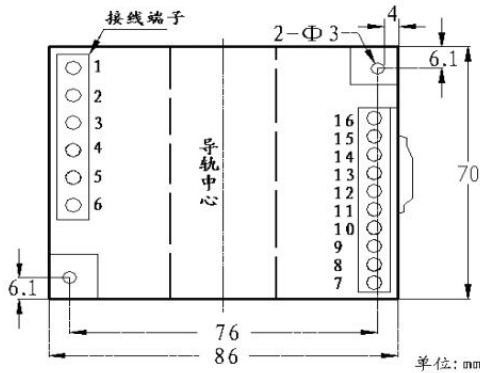

图5 安装尺寸图
导轨安装尺寸: 35mm; 螺钉安装尺寸: 76X57.8mm; 如图 5 所示 (单位 mm)。
- ① 按图 5 中的螺孔位置在固定板上打直径为 4mm 孔；
- ② 使用小于  $\Phi 3.5$  的螺钉插入孔中固定。